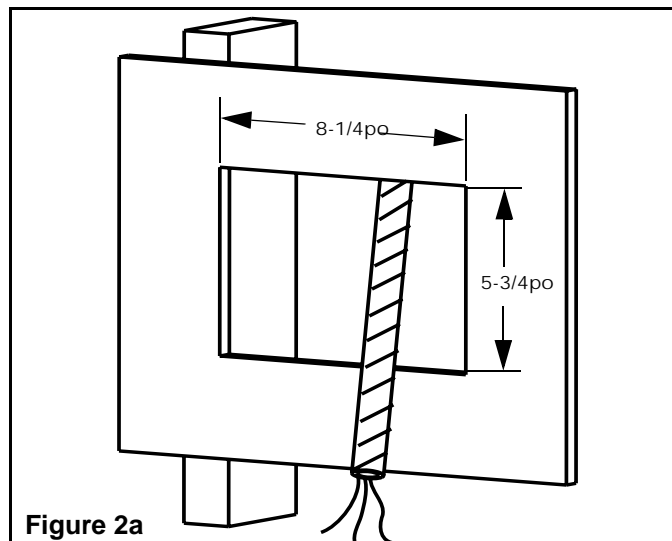

Figure 2a
Installation du support en "U" dans le mur (Figures 2a, b, c)
1. Couper une ouverture rectangulaire (de 8-1/4 po par 5-3/4 po) près de la solive du plafond. Le côté court de l'ouverture doit être le long de la solive. Utiliser le support en " U " pour marquer les dimensions de l'ouverture sur le plafond (Figures 2a, b, c).